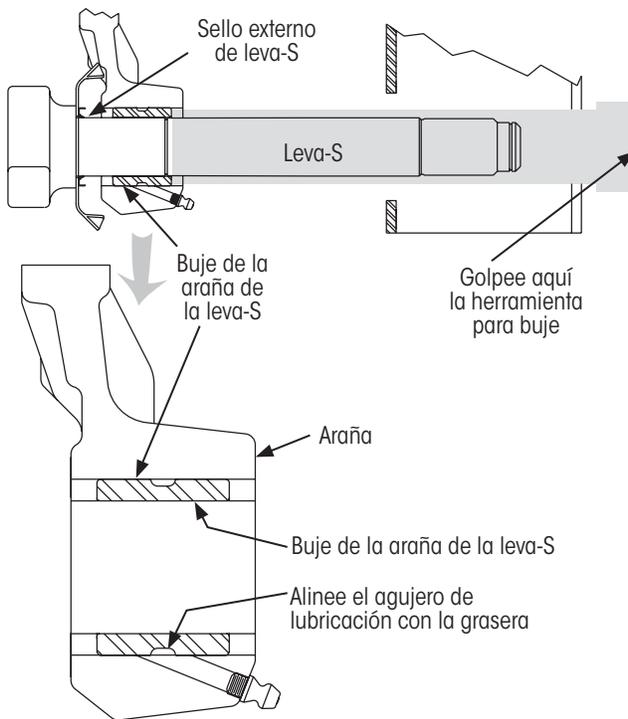

Figura 21: Instalación del buje de la araña de la leva-S
3. Utilice la herramienta para buje (Figura 15) para **instalar** el buje de la araña de la leva-S en la araña (Figura 21).
4. **Golpee** el tapón extremo de la herramienta para bujes con un martillo hasta que el agujero de lubricación del buje se alinee con la graseira en la araña (Figura 21). Cuando este alineado, remueva la herramienta para bujes.